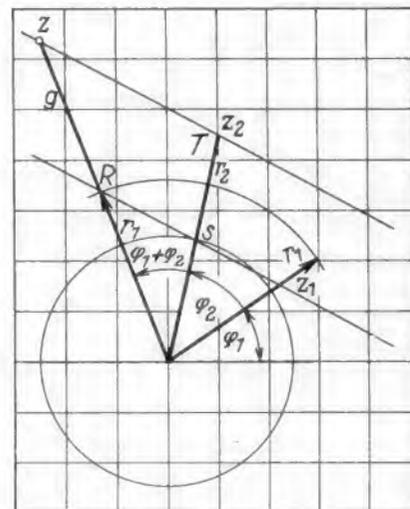
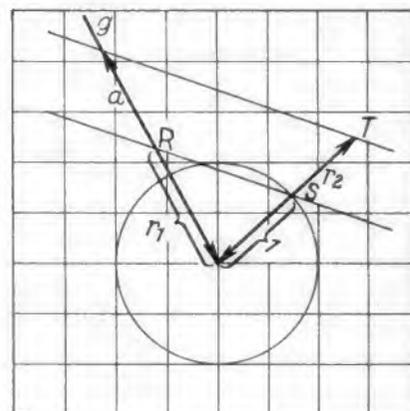

Bild 8. Multiplikation zweier komplexer Zahlen
Bild 9. Hilfskonstruktion für die Multiplikation (Bild 8)
5. Multiplikation (Bild 8)
Nach dem Strahlensatz gilt: Werden zwei sich kreuzende Geraden von zwei Parallelen geschnitten (Bild 9), so gilt:
Es werden zunächst (Bild 8) die Winkel φ_1 und φ_2 addiert, es ergibt sich die Gerade g. Auf ihr wird die Strecke r_1 abgetragen. Durch T wird eine Parallele zu RS gelegt. Sie schneidet g in z.
Die Tragplatte aus 1-mm-Aluminiumblech (Bild 6) für die Seilrollen des Skalenzugs wird bei k auf das Chassis genietet. In den Bohrungen l, m auf der Tragplatte und n auf dem Chassis wird mit Hilfe von M-3-Schrauben je eine Seilrolle befestigt (Bild 8). Der aus 1 mm starkem Eisenblech hergestellte Lagerwinkel für den Abstimmdrehkondensator (Bild 9) wird bei g und f auf das Chassis genietet oder geschraubt und der Trolitul-Drehkondensator in die 10-mm-Bohrung eingesetzt. Zum Antrieb des Drehkondensators dient eine Seilscheibe von 55 mm-Ø. Mit Schrauben M3 x 10 mm wird der Lagerbock (Bild 10) für die Drehknopfachse des Skalentrags aus 1-mm-Aluminiumblech in den Bohrungen i und h auf dem Chassis befestigt. Die Antriebsachse hält man am einfachsten mit zwei Splinten links und rechts vom Lagerbock unter Beilage von zwei Unterlegscheiben fest. Das äußere Ende dieser Achse soll mit dem Chassis abschneiden, auf keinen